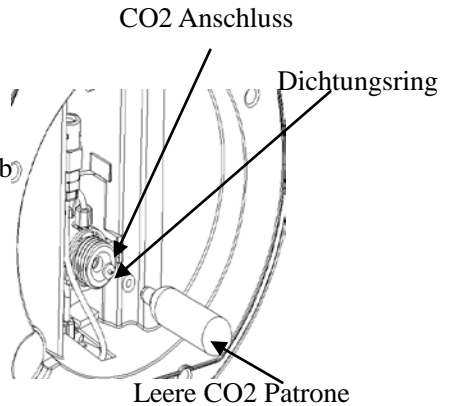

Abbildung 32
2. Installieren Sie den neuen CO2-Anschluss in den Regler (legen Sie das scharfe Ende nach außen), und installieren Sie die Dichtscheibe (Siehe Abbildung 32). Entfernen Sie keine anderen Teile des Reglers während des Austauschprozesses.